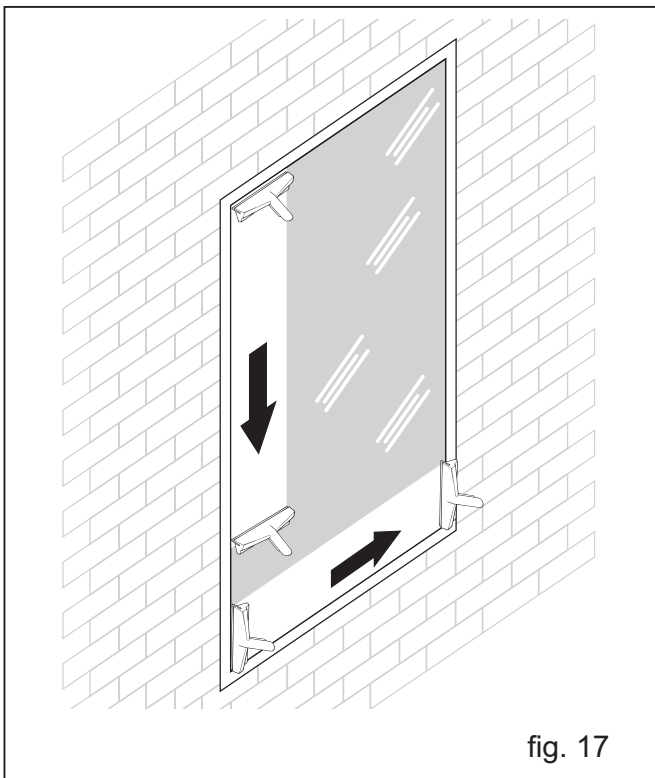

fig. 17
**Pour le nettoyage des zones à proximité du sol, déplacer la raclette horizontalement** (fig.17).